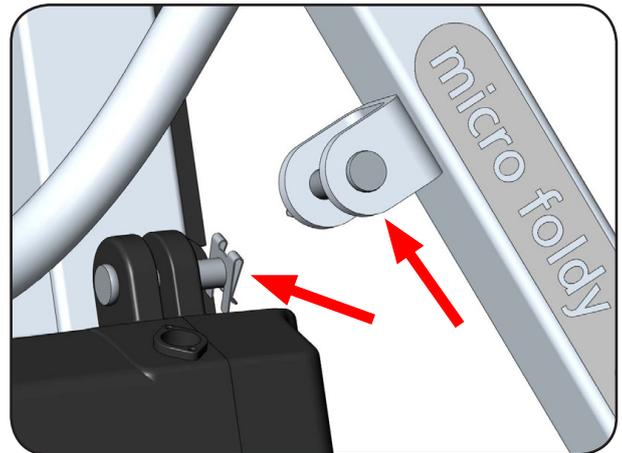

Abbildung 10
5. Demontieren Sie die Universalbolzen mit SL-Sicherungen am Hubantrieb und an der Motoraufnahme des Hebearms (Abbildung 10).